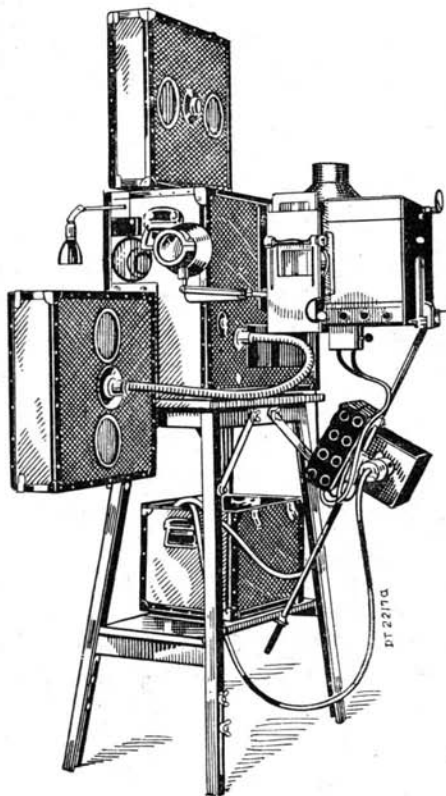

Bild 4. Sonolux-II-Tonfilm-Projektor mit Anbau-Lampenhaus und Dia-Einrichtung.
Die zwei freien Kabel des Beruhigungswiderstandes werden am Klemmbrett des Lampenhauses befestigt (Bild 4).
Bild 4. Anbau-Lampenhaus. 1 axiale Verschiebung des Spiegels, 2 Kurbel zum Nachstellen der Kohlen, 3 Schwenken des Spiegels, 4 Neigen des Spiegels, 5 Verstellung der Kohlenstütze in der Höhe, 6 seitliche Verstellung der Kohlenstütze, 7 Spiegel des Kraterreflektors, 8 Kratersichtscheibe, 9 Drei Ölstellen.
1. Kohlenhalter mit Handkurbel in Endstellung zurückdrehen und Spiegel so verschieben, daß der Zeiger am Fuß der Spiegelfassung in der Mitte der Skala steht. (Über die verschiedenen Bedienungsgriffe an der Lampe gibt Ihnen Bild 4 Aufschluß.)
8. Nach dieser endgültigen Einstellung der Lampe dreht man das kleine Umkehrspiegelchen des Kraterreflektors (Bild 4) so, daß das Bild der glühenden Kohlenstifte auf der Kratersichtscheibe symmetrisch zu der Mittellinie steht.
Drei rot markierte Ölstellen an der Lagerung der Vorschubspindel (Bild 4) und eine weitere Ölstelle (Bild 5) in der Vorderwand des Lampenhauses neben der Vorschubspindel sind wöchentlich zu ölen. Auch die Gewindespindeln der Lampe und der Kohlenhalter sind mit einem hitzebeständigen Fett leicht einzufetten. Eine Übertreibung ist aber auch hier schädlich, denn starke Ölflöcken im Lampenhaus verdampfen und schlagen sich als blau-gelb schillernde Flecken auf dem Spiegel nieder.